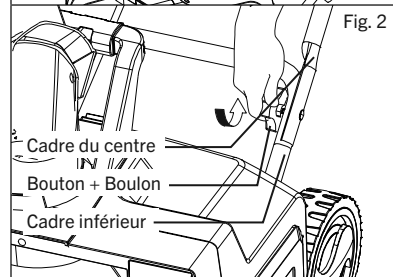

Fig. 2
2. Fixez la connexion du cadre inférieur au cadre central à l'aide des boutons et sur chaque fixation du premier jeu de boulons en T et boutons de fixation des joints de chaque côté. (fig. 2).